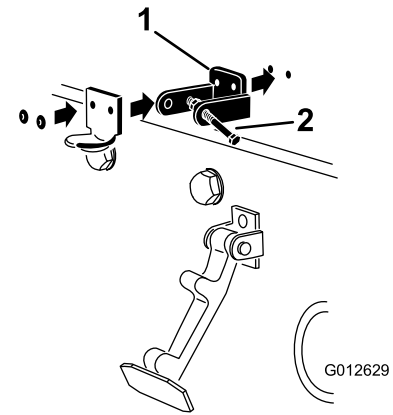

图 8
4. 对准安装孔的同时将 CE 锁定支架和机罩门锁支架放到机罩上图 8。
6. 用铆钉将支架和垫圈铆定到机罩 (图 8)。